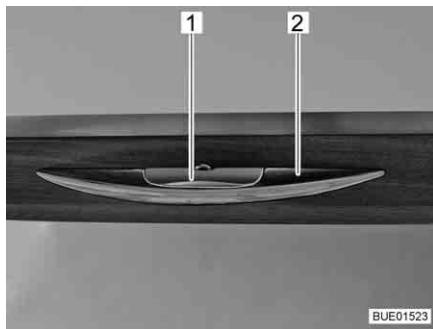
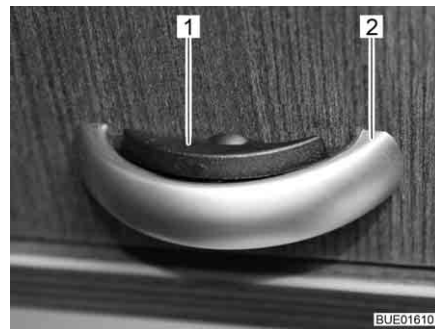

Fig. 73 Sportello del mobile con maniglia di sbloccaggio
Fig. 74 Sportello del mobile con maniglia di sbloccaggio (alternativa)
- Premere la maniglia di sbloccaggio (Fig. 73,1 o Fig. 74,1) e mantenerla premuta.
- Tirare la maniglia (Fig. 73,2 o Fig. 74,2) finché lo sportello del mobile non si apre.